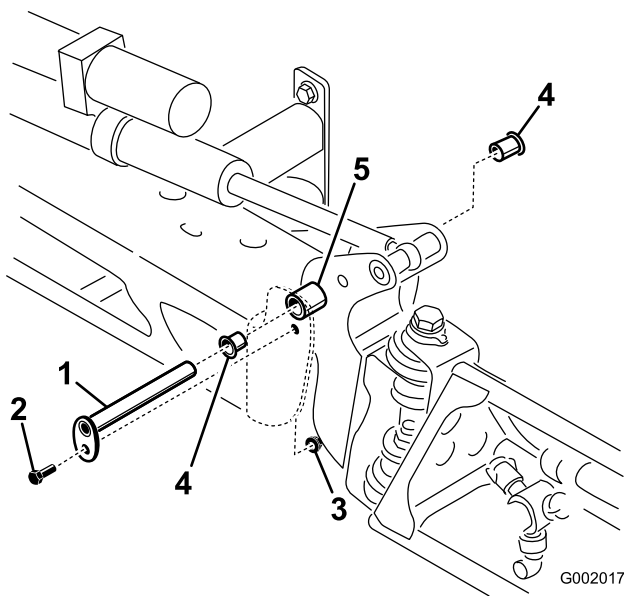

Figure 73
3. Lorsque le poids de la rampe est supporté, retirez le boulon et l'écrou de fixation de l'axe de pivot à l'ensemble rampe (Figure 73). Retirez l'axe de pivot.
5. Déposez et examinez les bagues en nylon à l'avant et à l'arrière du support de pivot (Figure 73). Remplacez les bagues défectueuses.
7. Montez l'ensemble rampe et support de pivot dans le bâti central en alignant les ouvertures (Figure 73).